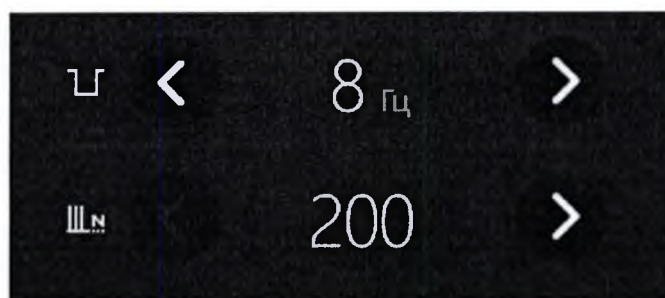

Рис. 5.36 – Настраиваемые параметры
5.9.5 В правой части основного меню экрана вы можете настроить следующие параметры: частота следования импульсов  и  количество импульсов (рис. 5.36).